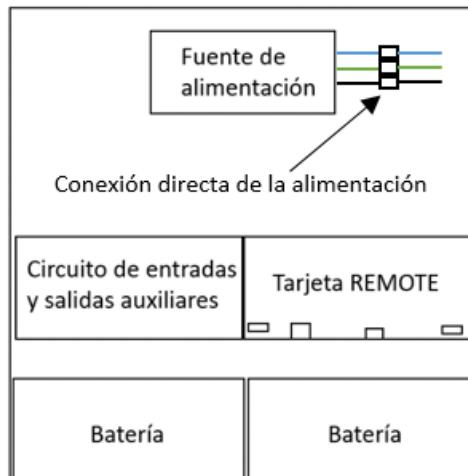

Figura 8. Estructura de las centrales Zafir o Clyon Remote.
- 4- Retirar el protector adhesivo de los soportes y pegar la tarjeta al lado derecho de la tarjeta de salidas y entradas auxiliares (aprovechando los dos pernos que quedan libres) y dejando las conexiones mirando hacia abajo. La Figura 8 muestra cómo queda la central con la placa instalada.